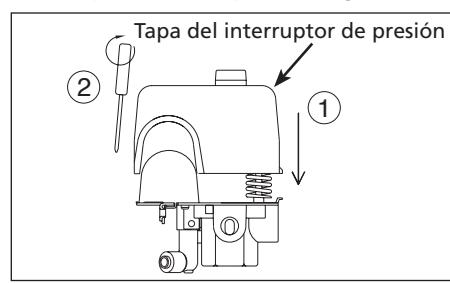

Figura 5
- Instale la tapa del interruptor en el cuerpo del interruptor (ver Figura 5).